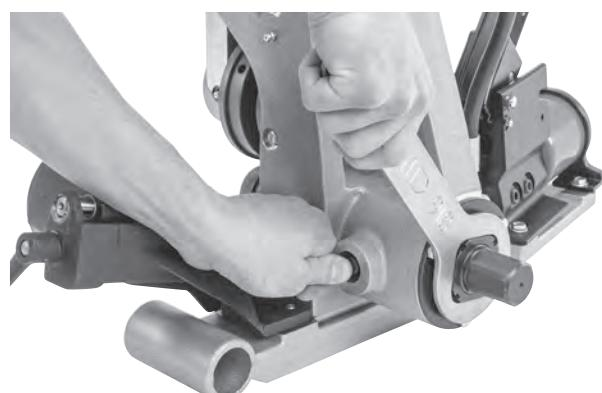

Figure 28 – Engagement de la broche de verrouillage et retrait de l'écrou de retenu de l'arbre d' entraînement
3. Avec la broche de verrouillage engagée, retirez l'écrou de retenu du roulement à l'aide de la clé plate prévue (*Figure 28*).